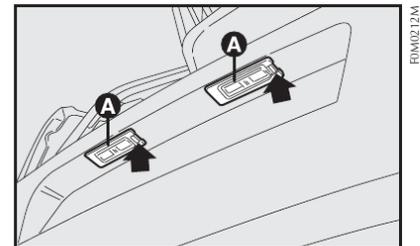
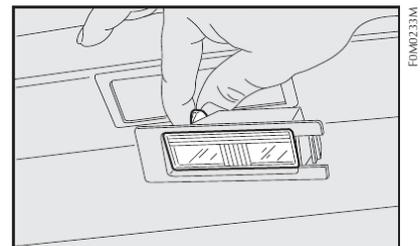

fig. 26
fig. 27
LUZES DE PLACA - fig. 26 e fig. 27
- Agir no ponto indicado pela seta com uma chave de fenda, cuidando para não arranhar a pintura e remover o grupo transparente **A-fig. 26**;
- Substituir a lâmpada **fig. 27** desvinculando-a dos contatos laterais e certificando-se de que a nova lâmpada fique corretamente bloqueada entre os contatos;